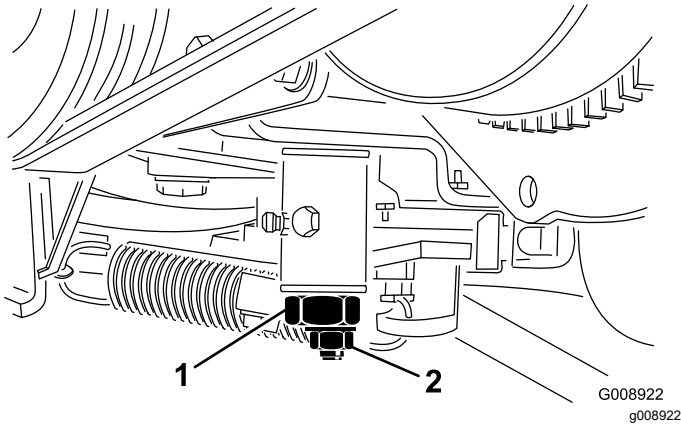

Bild 55
3. Lockern Sie die Sicherungsmutter an der Fahrtriebs-Einstellnocke (Bild 55).